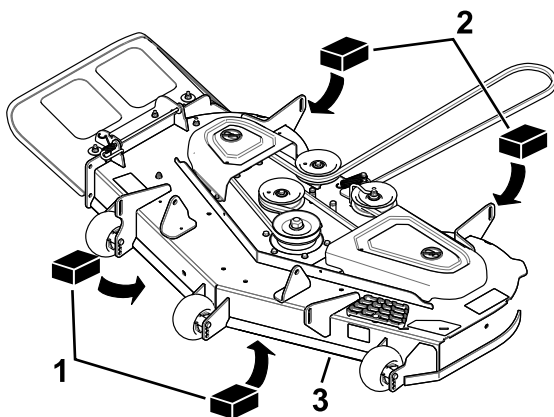

Figura 73
3. Coloque dos bloques de 6,6 cm de grosor debajo de cada lado del borde delantero de la carcasa, pero no debajo de los soportes de los rodillos protectores del césped (Figura 73).
4. Coloque dos bloques de 7,3 cm de grosor debajo del borde trasero del faldón de la carcasa de corte (Figura 73).